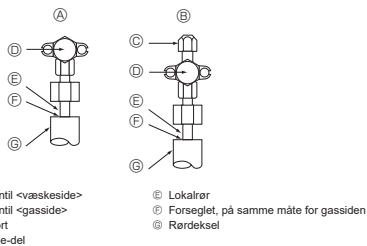

Fig. 4-4
4.4. Metode for å teste om kjølemiddelrør er lufttett (Fig. 4-4)